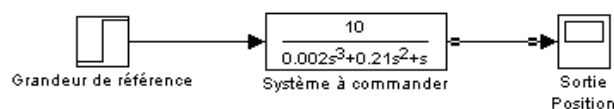

Figure 1 : Schéma de simulation d'un système en boucle ouverte.
- Calcule et trace la réponse échelon sur la figure 1.